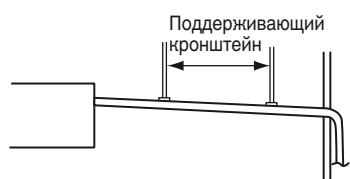

Рис. 3-10
- Не прилагайте силу к трубопроводу со стороны блока во время подсоединения дренажной трубы. Труба не должна свисать без опоры от места ее соединения с блоком. Прикрепите трубу к стене, карнасу или другой опоре как можно ближе к блоку. (Рис. 3-10)